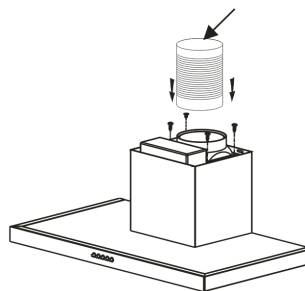

fig. 5
- Avvitare la copertura estensibile (non inclusa) per l'evacuazione sull'uscita del motore senza ostacolare i movimenti della valvola di non ritorno. (fig. 5).
- Collegare la copertura all'uscita dell'aria verso l'esterno. (fig. 5).